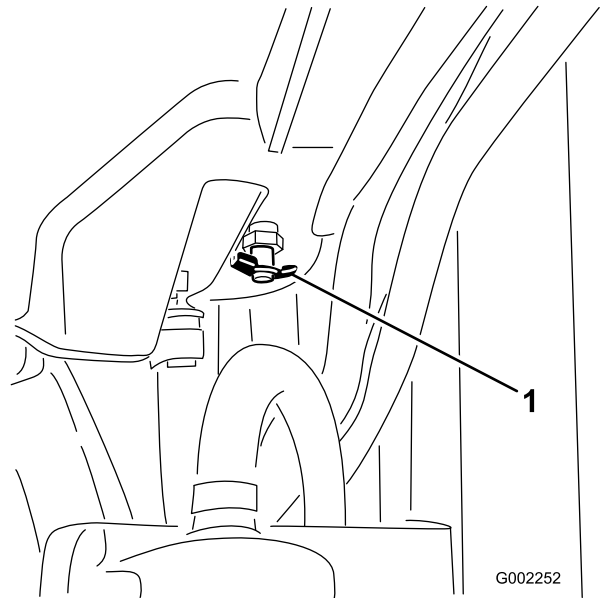

Figura 86
4. Abra a válvula de drenagem e deixe escorrer o líquido de arrefecimento para o recipiente (Figura 86).
6. Retire o tampão do radiador (Figura 86).
10. Assim que o líquido de arrefecimento tiver aquecido, encha o nível do líquido até à superfície de vedação e aperte o tampão (Figura 86).